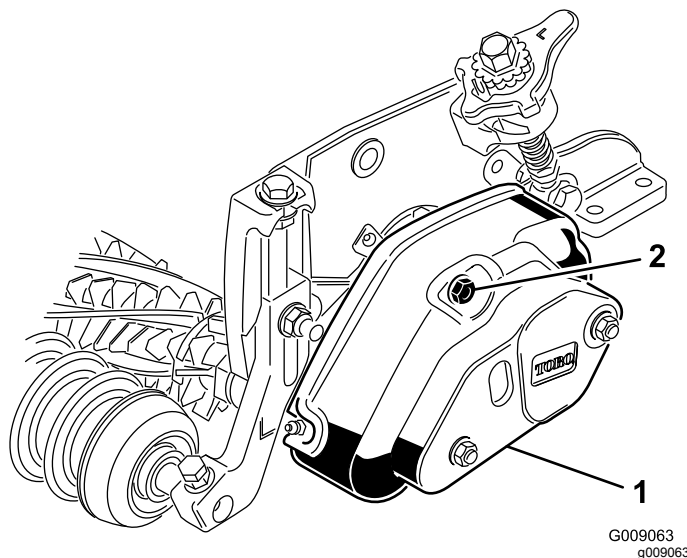

Figura 20
1. Retire las 2 tuercas de montaje de la cubierta del groomer, y retire la cubierta (Figura 20).